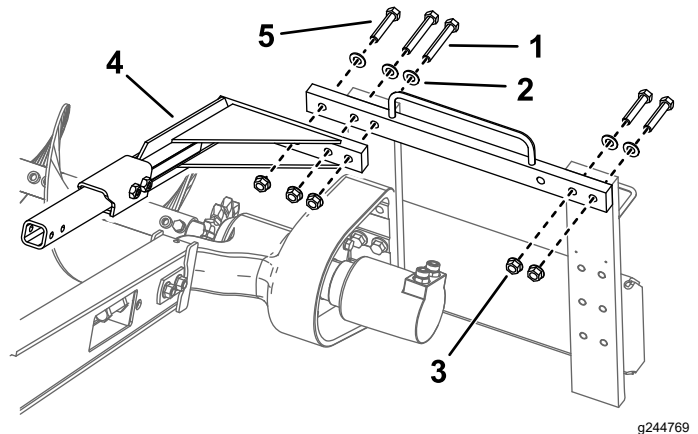

Figura 10
1. Șurub (6)
8. Îndepărtați cele 2 uruburi ($\frac{5}{8} \times 3''$), 2 aibe i 2 piulie care fixează partea dreaptă a cadrului superior i amplasați-le în orificiile corespunzătoare din partea stângă (Figura 10).
1. urub – $\frac{5}{8} \times 4''$ (2)
2. Șaibă (5)
3. Piuliță (5)
5. urub – $\frac{5}{8} \times 3''$ (3)
9. Instalai ansamblul unei inii de siguranță peste lanul săpătorului de anuri folosind cele 3 uruburi, aibe i piulie cu guler îndepărtate anterior (Figura 10).